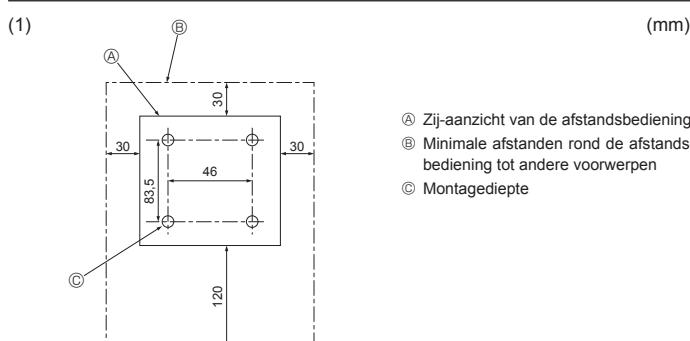

Fig. 6-2
6.2. Afstandsbediening (Fig. 6-2)